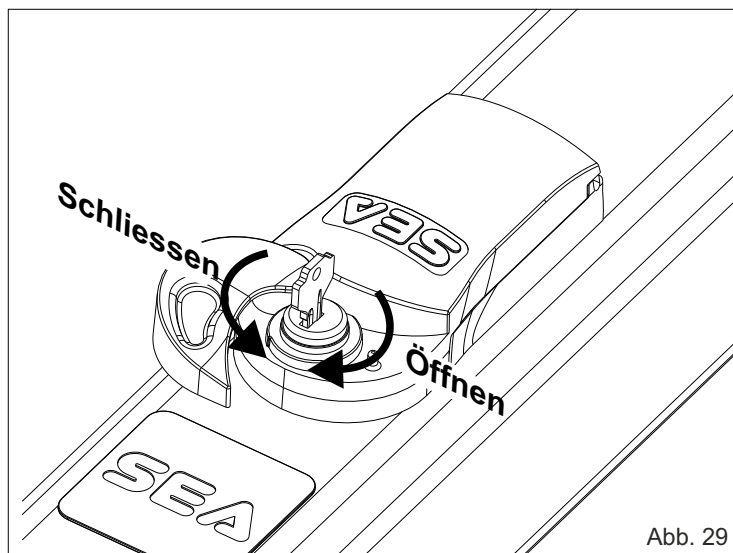
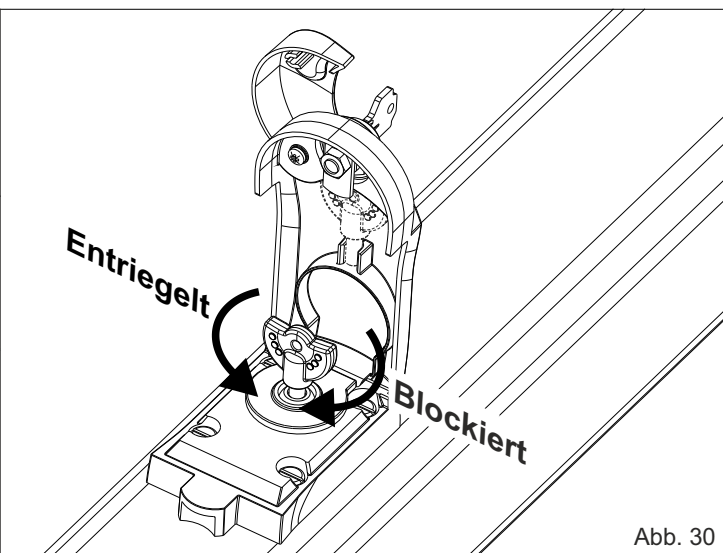

Abb. 29
Abb. 30
- Die Einheit entriegeln (wie in Abb.30)
Entriegeln: Schlossabdeckung öffnen, Schlüssel einführen, ca. 90° im Uhrzeigersinn drehen, (Abb. 29) und Klappe öffnen. Roten Schlüssel unter der Klappe entnehmen, einführen und um 90° gegen den Uhrzeigersinn drehen (Abb.30)
Roten Schlüssel im Uhrzeigersinn bis zur Verriegelung drehen (Abb.30) Schlüssel entnehmen und unter der Klappe verstauen, Klappe wieder schliessen.